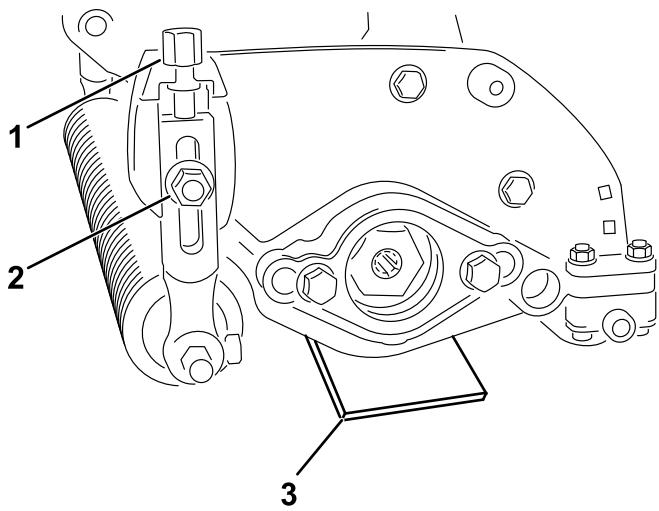

Figura 8
3. Con los rodillos en contacto con la superficie nivelada, afloje ambas tuercas con arandela prensada (Figura 8).
4. Gire los pernos de ajuste de altura de corte hasta que ambos extremos de la escarificadoradora estén cerca de la superficie nivelada (Figura 8).
2. Coloque una barra de ajuste que sea del mismo grosor que la altura deseada de las cuchillas sobre el suelo, bajo cada extremo de la unidad escarificadoradora (Figura 8).